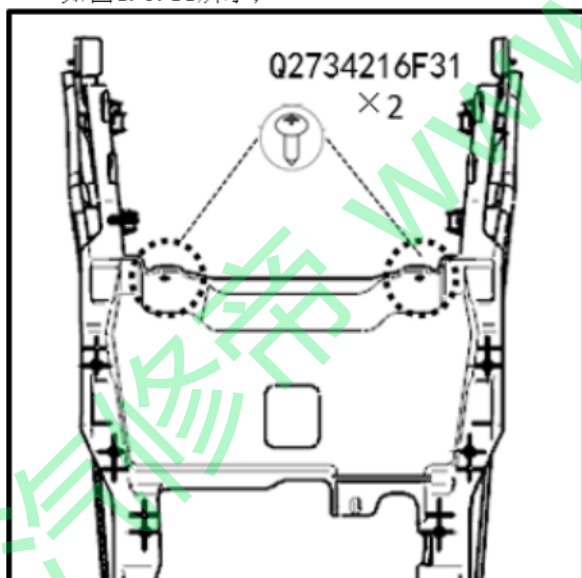

图 1.6.11 副仪表板本体固定螺钉的拆卸
- (2) 用十字螺丝刀将固定副仪表板本体总成与 PAD 支架和下本体的两个 Q2734216F31 十字槽大半圆头自攻螺钉依次松开并取下螺钉。如图 1.6.11 所示；